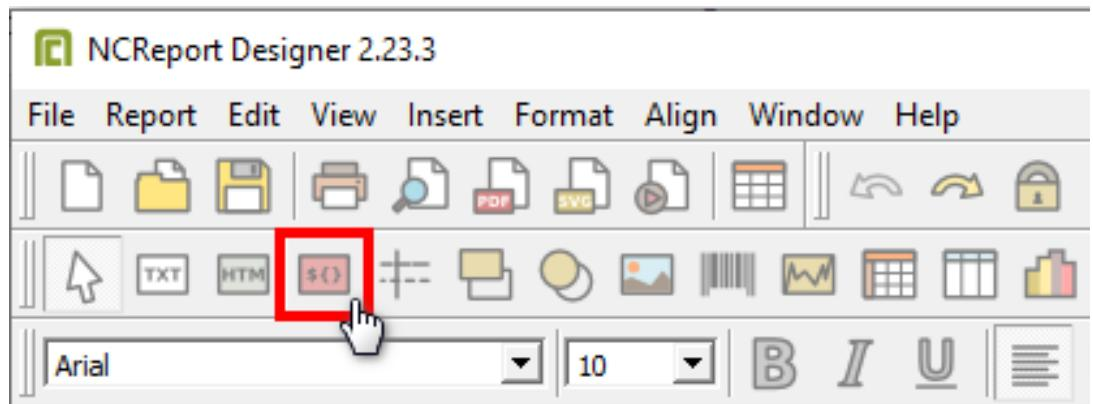

Рисунок 155 - Инструмент Field
- Выберите инструмент Field (Рисунок 155).